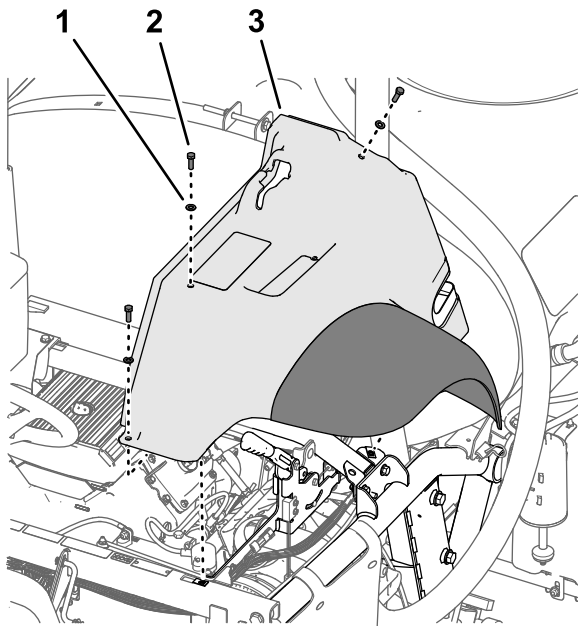

图11
2. 拆下将挡泥板固定至机器机架的 3 个螺栓 5/16 x 1 英寸和 3 个垫圈 5/16 英寸 图11。